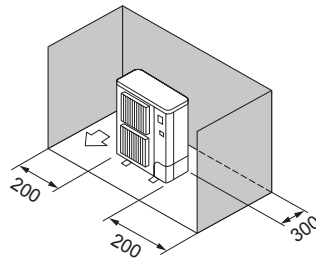

Fig. 2-8
- ③ Csak hátul és oldalt vannak akadályok (Fig. 2-8)